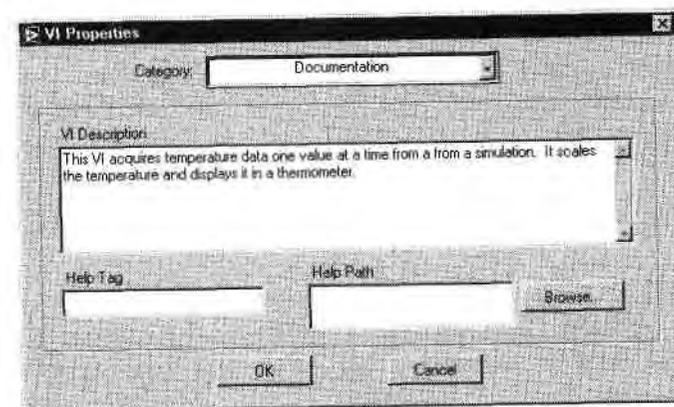

Рис. 5.25
6. Документируйте ваш прибор **Thermometer.vi**, выбрав из меню **Файл** опцию **Свойства ВП ==> Документирование** и введя описание его функции (рис. 5.25). Щелкните по **ОК**, чтобы вернуться к виртуальному прибору.